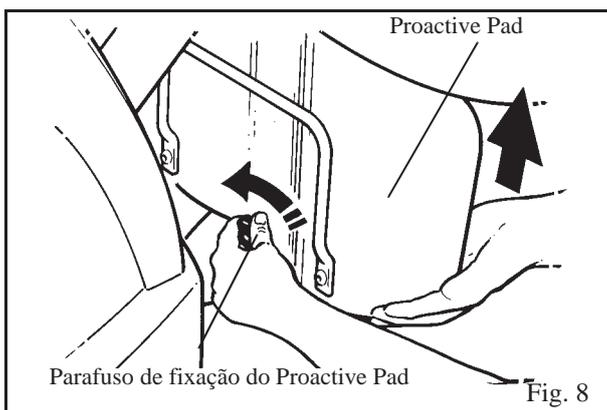

Fig. 8
2. Quando a altura correta for obtida, reaperte os parafusos. (Veja Fig. 8)